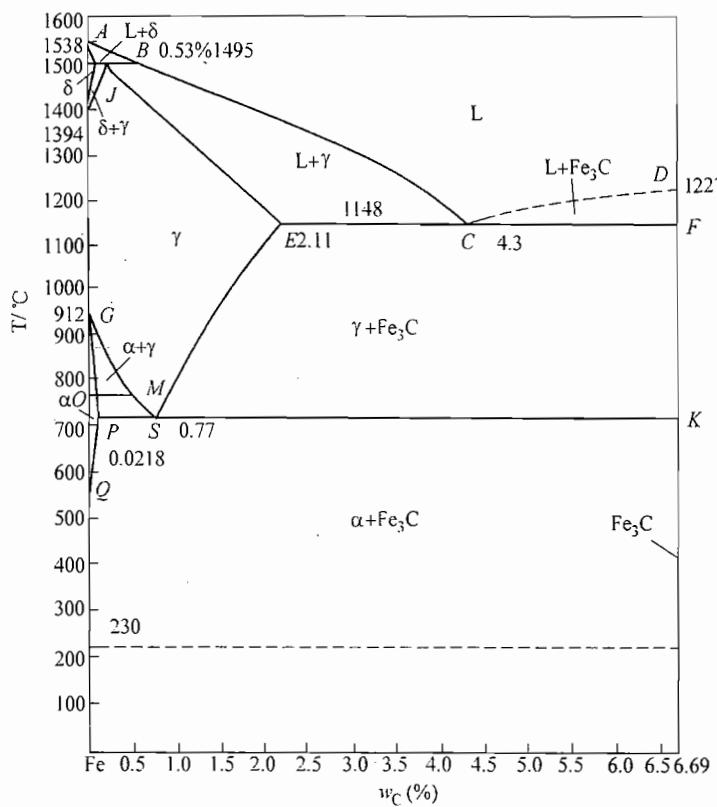

图 16-1 第四题第 9 小题图
- (1) 画出该结构的晶胞，标注原子坐标；
- (2) 该结构中，钾和氧离子联合构成哪种堆积；
- (3) 分析结构中各离子配位数是否合理；
- (4) 计算结构是否符合静电价规则；
- (5) 钮酸锂  $\text{LiNbO}_3$  结构属三方晶系，它和  $\text{KNbO}_3$  能否形成连续固溶体。
9.  $\text{Fe}-\text{Fe}_3\text{C}$  相图如图 16-1 所示。